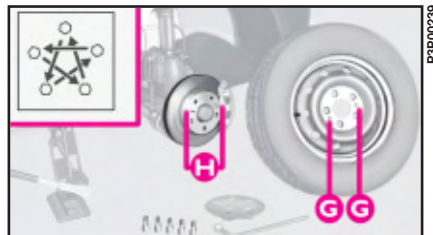

fig. 7
7) Monteer het reservewiel, waarbij de gaten **G**-fig. 7 over de pennen **H** moeten vallen. Zorg ervoor dat de boutgaten en alle contactvlakken van het reservewiel schoon zijn en geen onzuiverheden bevatten, omdat hierdoor na verloop van tijd de wielbouten kunnen loslopen.
10) Draai de wielbouten kruiselings vast, in de volgorde die aangegeven is op het schema in **fig. 7**.